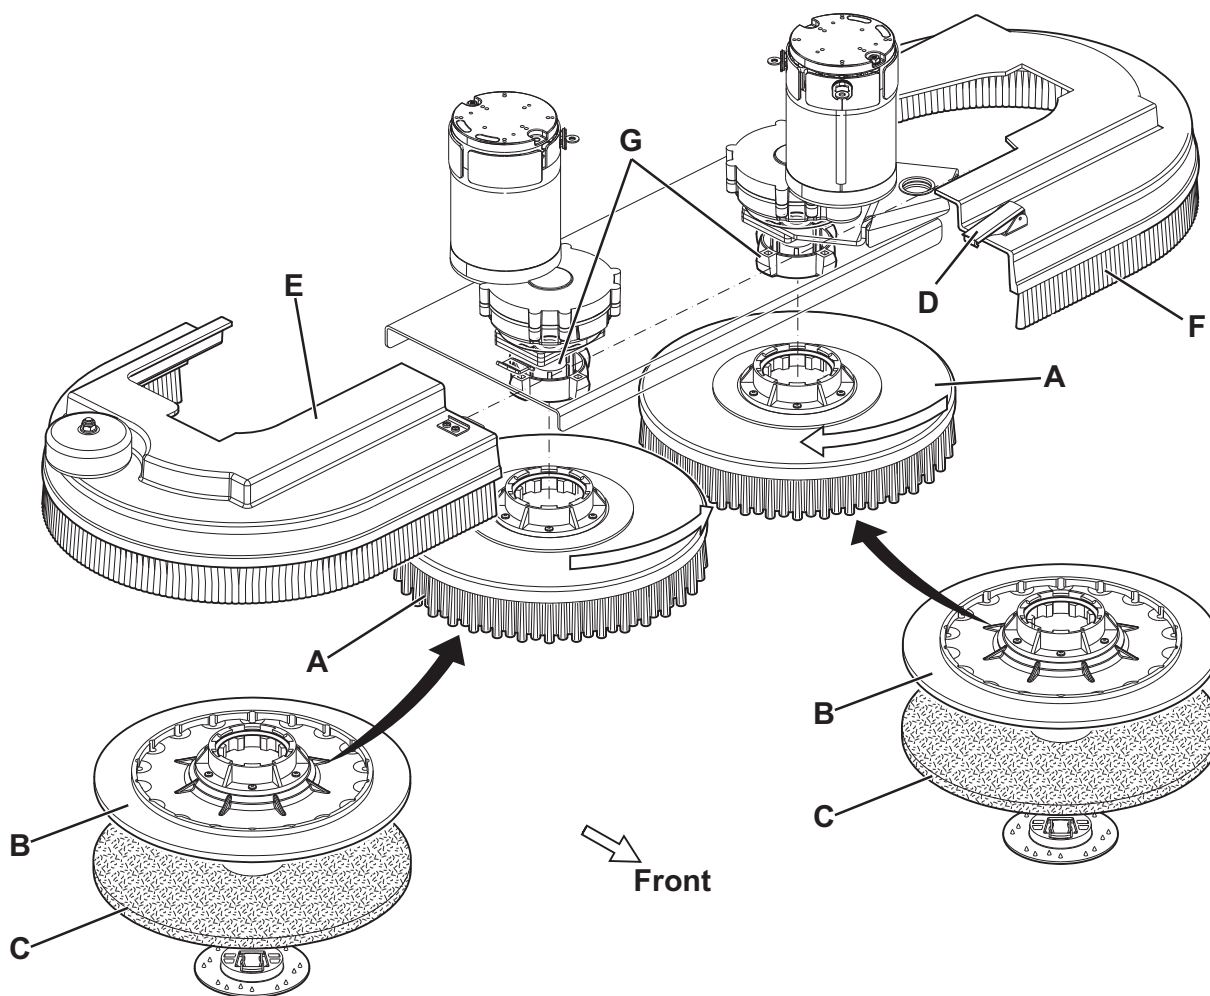

Figure 1
Dans la machine équipée de la tête spéciale, les brosses (A, Fig. 1) ou les plateaux support disque (B) avec disque (C) peuvent être installés.